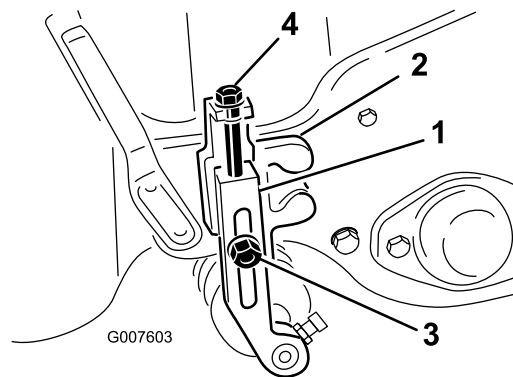

図 47
2. 刈り高アームを刈り高ブラケットに固定しているロックナットをゆるめる (図 47)。